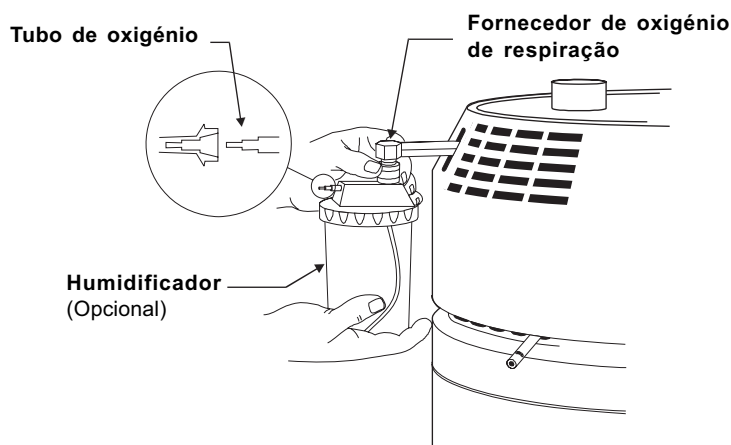

Figura 5 - Preparar a unidade estacionária para respiração
1. Se utilizar um *Humidificador*, encha-o com água destilada até ao nível indicado nas instruções do humidificador. Conecte o *Humidificador* ao *Fornecedor de oxigénio de respiração* no encaixe da unidade estacionária (Figura 5).